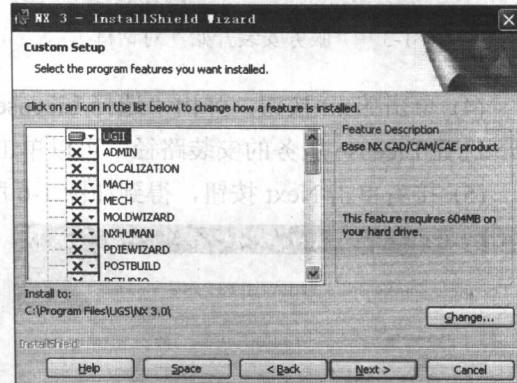

图 1-10 “模块选择”对话框
(4) 如果用户熟悉 UG 系统的各个模块或者有特殊要求, 可以选择 Custom 安装方式来安装。单击 Next 按钮, 弹出如图 1-10 所示的“模块选择”对话框。